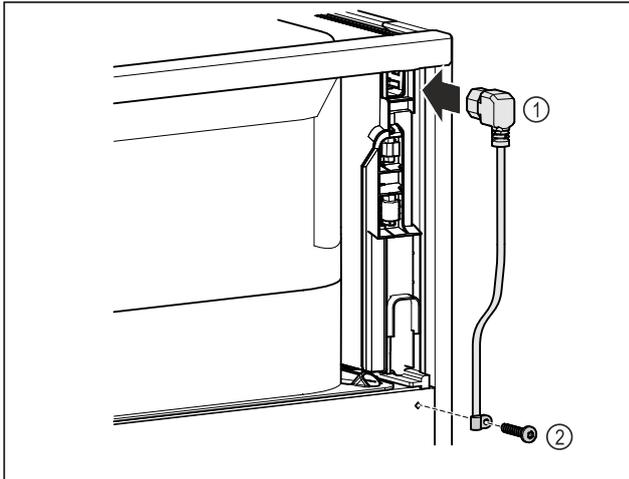

Fig. 13
- Inserire la presa del frigorifero del cavo di alimentazione Fig. 13 (1) sul retro dell'apparecchiatura.
- Montare il serracavo. Fig. 13 (2)